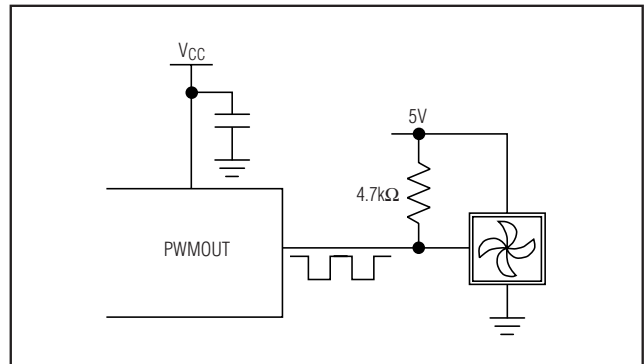

图 7. 用 MAX6641 的 PWM 输出 (通常使用 35kHz PWM 频率) 控制带 PWM 输入的风扇
- 3) PWMOUT 直接驱动风扇的逻辑电平 PWM 速度控制输入 (若风扇具有这种输入形式的话)。这种方法需要更少的外部元件，并且结合了 1) 的高效率与 2) 的低噪声。图 7 就是一个用 PWMOUT 驱动的带速度控制输入的风扇的实例。采用这种配置时，寄存器 02h 中的 D4 位应当被置 1。